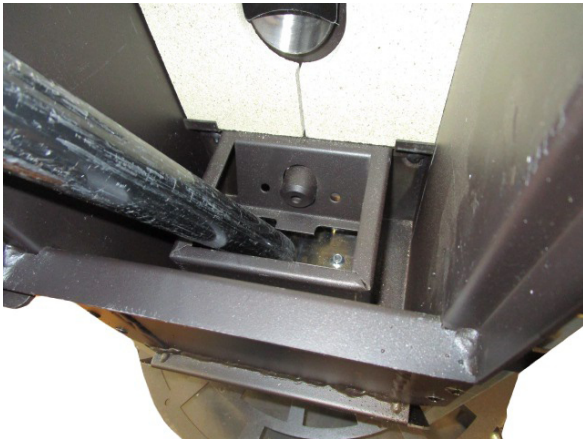

Fig. 57 - Reinigung Fach Brennschale
- Asche, die sich im Fach der Brennschale und im Fach des Aschenkastens abgelagert hat, absaugen und die Fächer reinigen (siehe **Fig. 57 auf S. 32**).